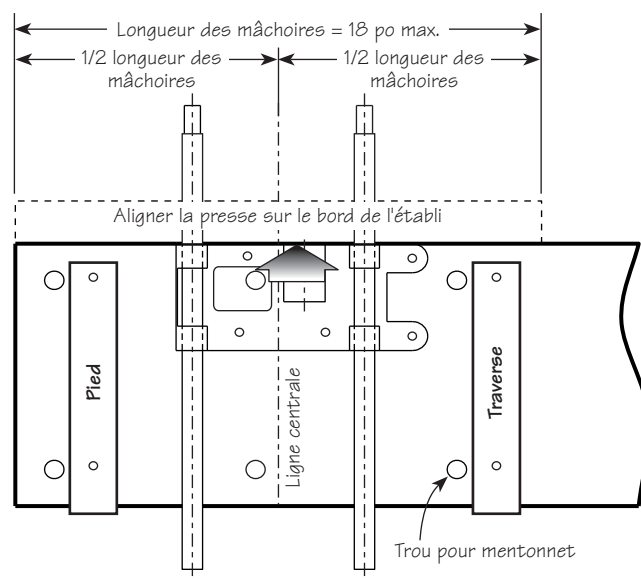

Figure 6 : Positionnement du corps de la presse pour déterminer la longueur des mâchoires
- Retourner l'établi et positionner provisoirement le corps de la presse sur le dessous du plateau, à l'endroit qui semble le plus pratique. Voir la **figure 6**. En règle générale, la presse est installée près d'un des coins de l'établi, de manière à ce qu'une des extrémités des mâchoires affleure le bout du plateau. Il sera ainsi plus facile de tronçonner une pièce enserrée dans la presse sans que l'établi fasse obstacle. Il faut aussi vérifier que les trous de fixation du corps, les tiges-guides et la vis de serrage n'interfèrent pas avec les pieds de l'établi et les trous de mentonnet. Prolonger la ligne centrale du corps de la presse sur l'établi afin de déterminer la longueur des mâchoires. Pour la presse de format standard (70G08.01), la longueur recommandée se situe entre 12 po et 15 po. Dans le cas de la presse grand format (70G08.02), elle peut atteindre 18 po. L'installation de mâchoires excédant 18 po de longueur peut entraîner des problèmes de torsion. Voir la section *Mouvement de torsion*.